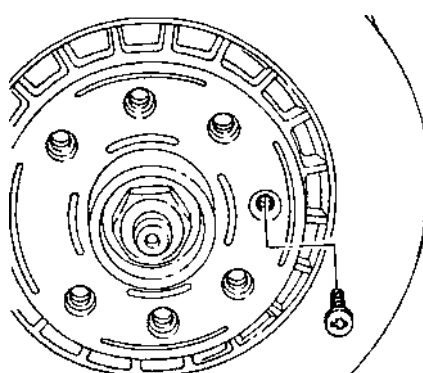

Рис. 7.33.
- выкрутить винты крепления тормозного диска к ступице и снять этот диск (рис. 7.33);